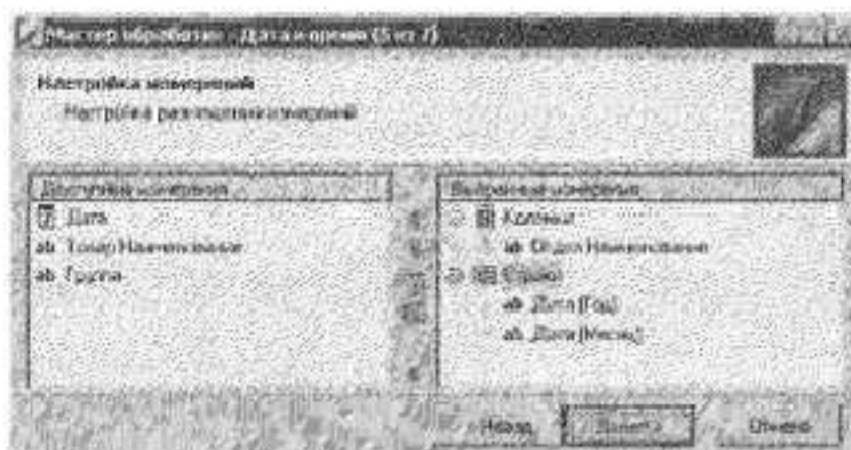

Рис.1.29. Налаштування розміщення полей куба
5. На наступному кроці потрібно задати розміщення вимірювань по рядках / стовпцях (рис. 1.29).